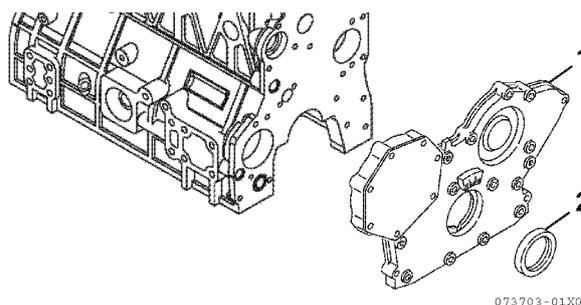

Figure 6-70
1. Retirez le joint (2, **Figure 6-70**) du couvercle (1, **Figure 6-70**).
2. Appliquez un cordon continu de joint liquide ThreeBond n° 1207F, YANMAR Réf. 977770-1207F sur le diamètre extérieur d'un joint étanche à l'huile neuf (2, **Figure 6-70**), et installez-le dans le couvercle du carter d'engrenage. Appliquez de la graisse au lithium sur la lèvre du joint.